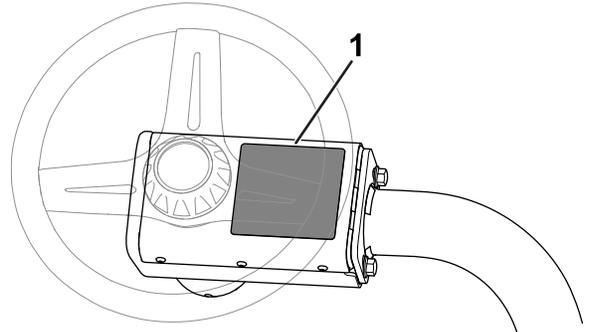

图 12
- **CE 警告标贴**将 CE 警告标贴零件号 139-8321 贴在方向盘盖上现有的警告标贴零件号 139-8320 上请参阅 图 12。